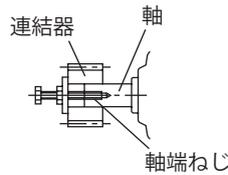

図 J11
- 焼バメまたは軸端ねじを利用した取り付け(図 J11)を推奨します。